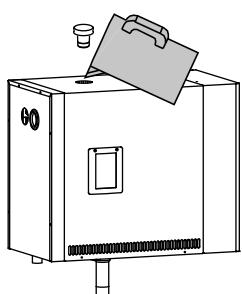

Рисунок 3. Удаление известкового налета
- Снимите заглушку с верхней части парогенератора (рисунок 3).